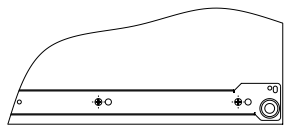

Рис.1
1. При помощи винтов М5x8 установите направляющие длиной 400 мм на боковины 3, 4 и с помощью шурупов 3,5x16 направляющие 350мм на боковины 2, 3. **Внимание:** данные направляющие закрепляются во вторые (большие) отверстия (Рис. 1). Установите ползки направляющих на выдвижной полке 9 .